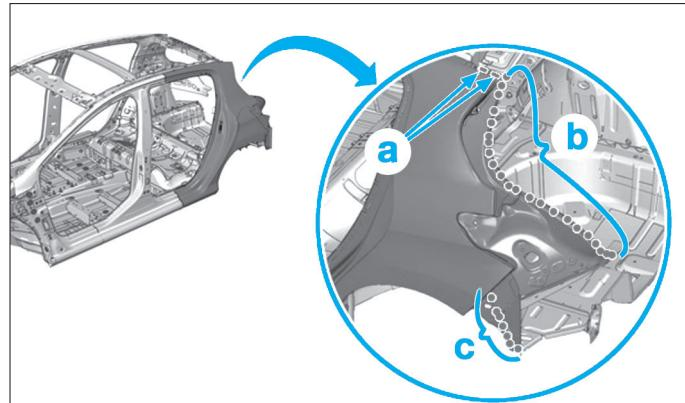

FIG. 167
- Souder par cordons successifs au MAG zone (a) (Fig.167).